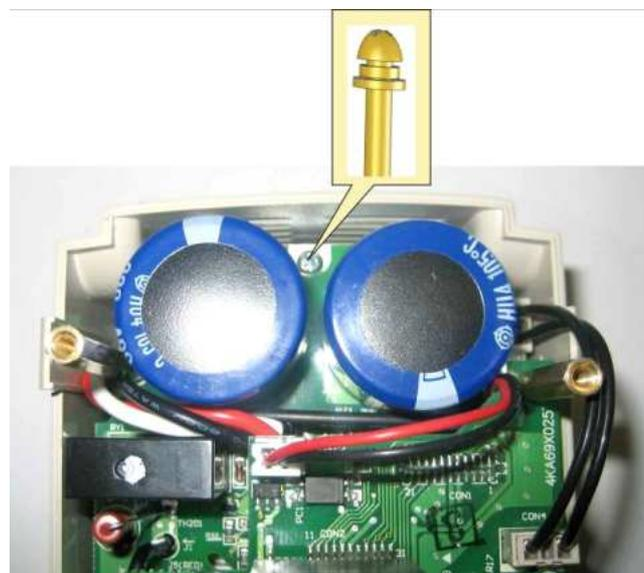

Рис. 7.19
7.5.3. Закрепить модуль ПЧ в основании корпуса одним винтом (рис. 7.19).